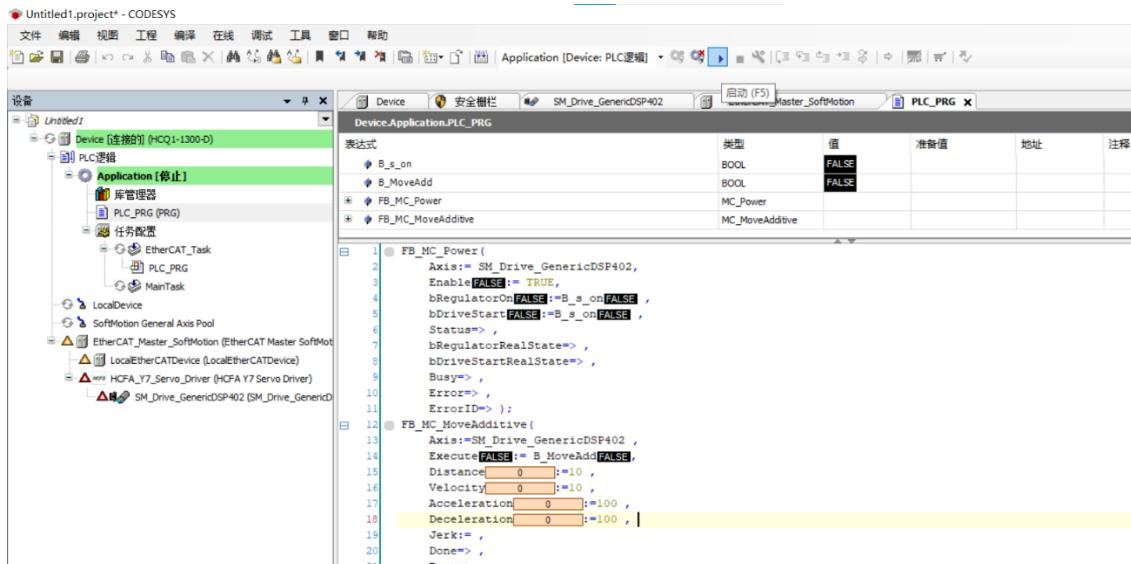

图13-19 启动PLC
1. 登录完成以后，点击【启动】，运行PLC，如图13-19所示。